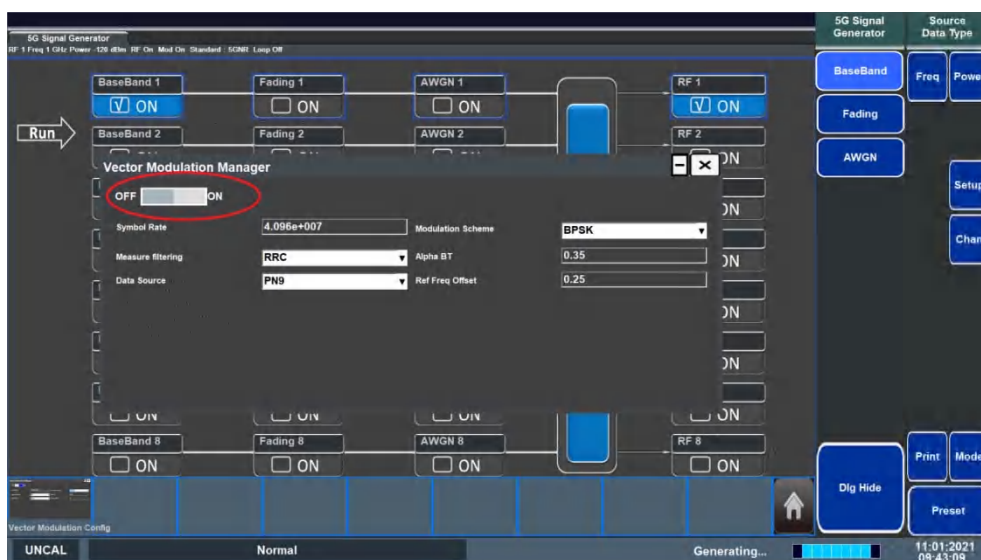

图 4.7 矢量信号生成开关按钮
- 在信号配置完成后，点击开关，生成矢量信号，如图 4.7 所示；